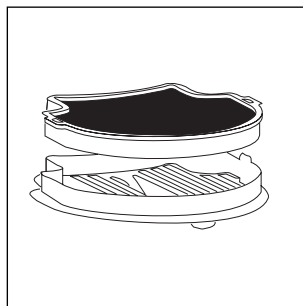

Fig. 20
- Extrayez le filtre arrière (fig. 20).